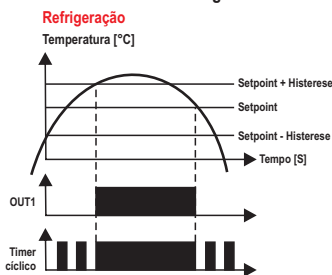

Figura 3
- Saída do timer cíclico ligada sempre que a saída do 1º estágio estiver ligada (F22=4): neste modo de operação o timer cicla conforme os tempos configurados na F20 ( $\overline{[C]Dn}$ ) e F21 ( $\overline{[C]DFE}$ ) e quando a saída do 1º estágio liga, o 3º estágio para de ciclar e mantém a saída ligada, como mostra a Figura 3.